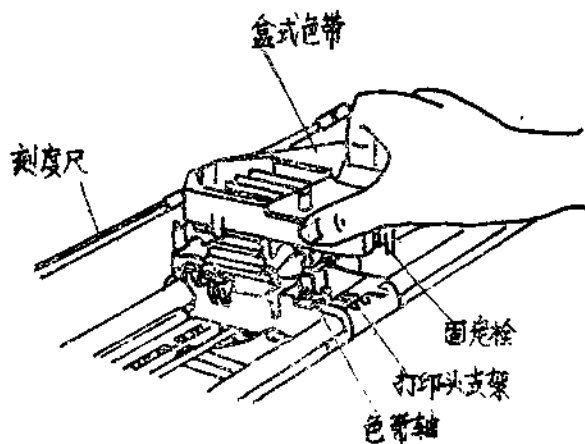

图 1-3
(2) 按下刻度尺
(3) 移动打印头, 以使位于色带盒底部后方的固定栓不会跟固定打印机机壳的螺丝钉接触。
(4) 旋动盒子上的色带旋钮, 以拉紧色带; 如果色带松脱, 就不能妥当地装在机上。
(5) 用右手食着盒子 (如图1-3所示), 然后把盒子底部的小孔, 对准位于打印头支架